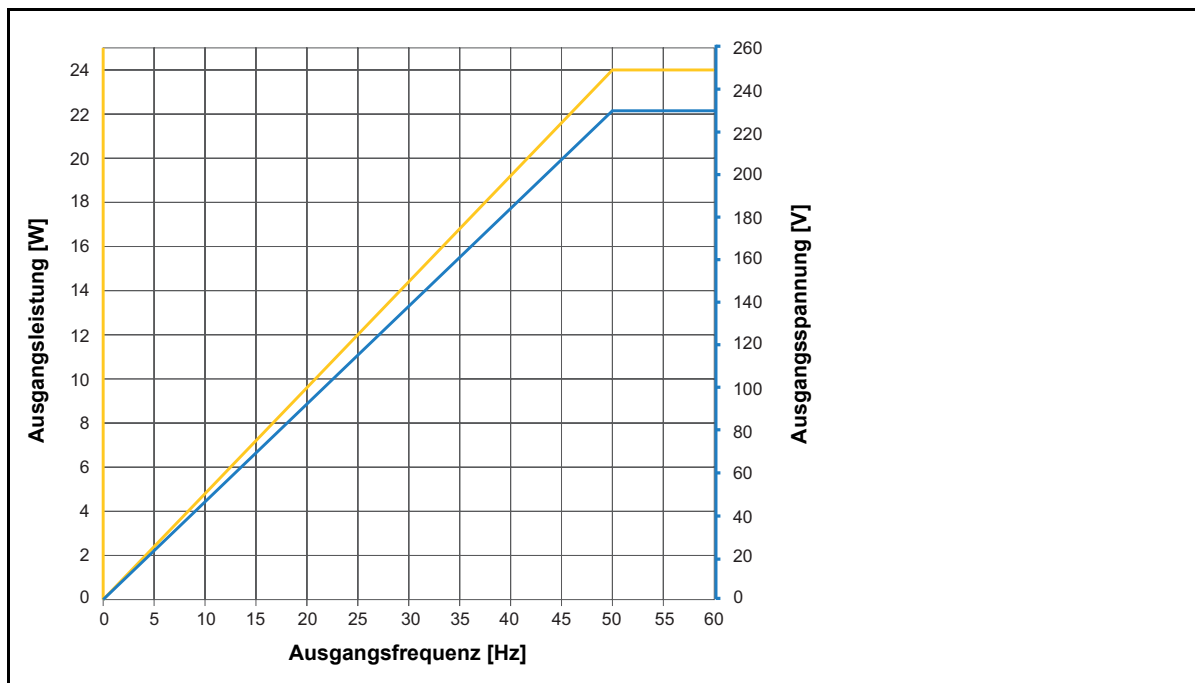

Abbildung 15-5: Reduzierung (Derating) der Ausgangsleistung bei Ausgangsspannung 3 x 230 V_{eff}
3. Siehe Abbildung 15-5: "Reduzierung (Derating) der Ausgangsleistung bei Ausgangsspannung 3 x 230 V_{eff}" auf Seite 228.